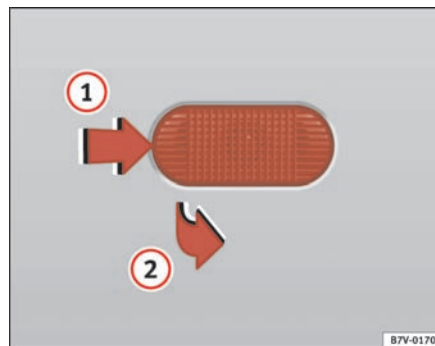

Fig. 163 Blinklygte i siden
- Skub blinklygten fremad ① ⇒ fig. 163 og ud ②.